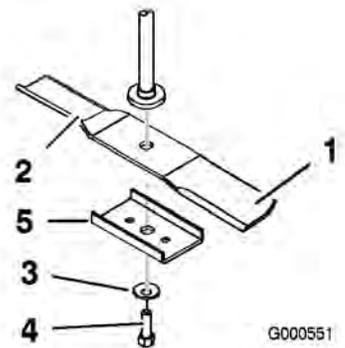

Figura 42
Sujete el extremo de la cuchilla usando un trapo o un guante grueso. Retire del eje el perno de la cuchilla, la arandela curva, el refuerzo (plataformas de 52 pulgadas solamente) y la cuchilla (Figura 42).
1. Instale la cuchilla en el eje junto con el refuerzo (plataformas de 52 pulgadas solamente), como se muestra en (Figura 42).
2. Instale la arandela curva (con el lado cóncavo hacia la cuchilla) y el perno de la cuchilla (Figura 42). Apriete el perno de la cuchilla a 47-48 Nm.